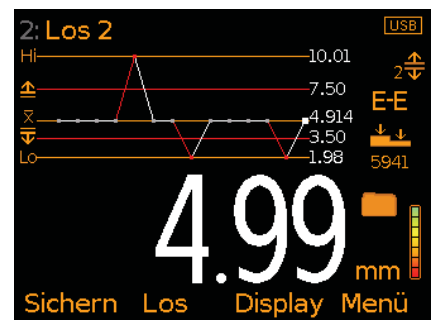

Bild 3: Verlaufsdigramm und Messwerte
- **Verlaufsdigramm (Bild 3):** Ein Trendliniendiagramm der letzten 20 Messungen, das bei jeder Messung automatisch aktualisiert wird.